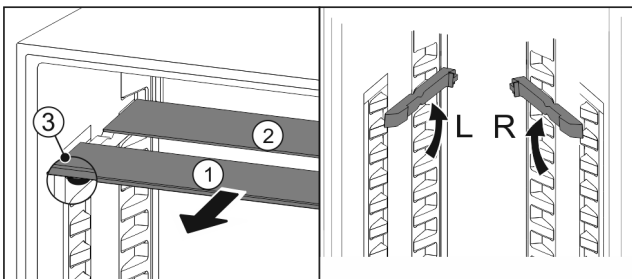

Fig. 90
- ▶ По одной извлеките Fig. 90 (1) стеклянные панели движением вперед.
- ▶ Стеклянная панель Fig. 90 (1) с декоративной планкой лежит спереди.
- ▶ Стопоры Fig. 90 (3) показывают вниз.